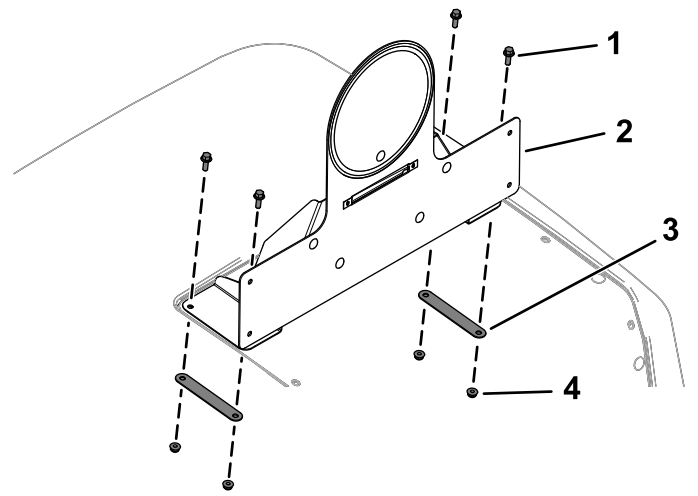

Figura 33
12. Prenda a montagem da placa de velocidade montada ao capot utilizando quatro parafusos de cabeça flangeada ($\frac{1}{4}$ x $\frac{3}{4}$ pol.), duas montagens traseiras e quatro porcas de bloqueio ($\frac{1}{4}$ pol.) como se mostra na Figura 33.